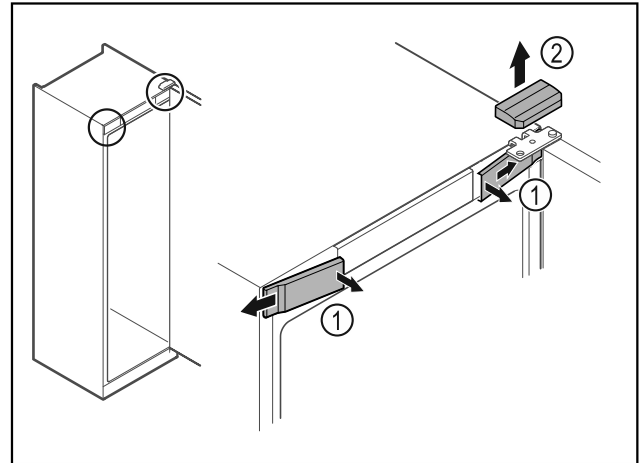

Fig. 8
- ▶ Vordere Abdeckungen Fig. 8 (1) innen ausrasten und zur Seite abnehmen.
- ▶ Obere Abdeckung Fig. 8 (2) nach oben abnehmen.